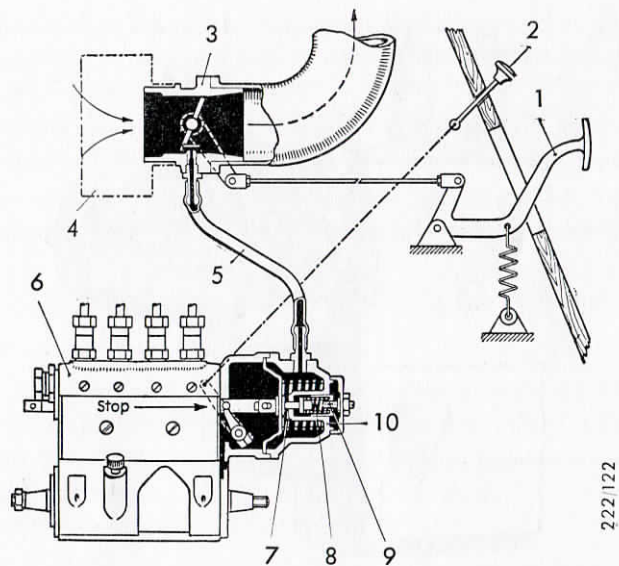

Bild 33. Schematisk bild av vakuumpregulator (läge för tomgång)
I regulatorns lock finnes en tomgångsfjäder (8, bild 33) med inställningsskruv (9) för stabilisering av tomgångsvarvtalet. Inställningsskruven plomberas vid fabriken och får sedan ej röras.